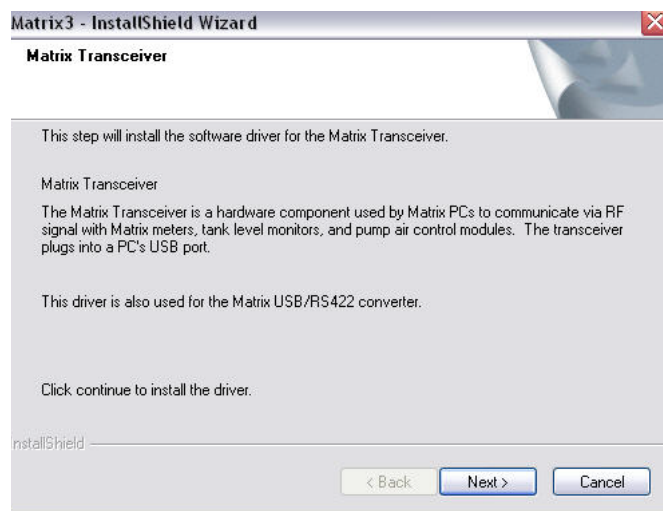

FIG. 9
11. Het systeem configureert de Matrix-database. Wanneer het scherm van de Matrix-zendontvanger zoals in FIG. 9) wordt weergegeven, selecteert u VOLGENDE om de installatie van de driver van de zendontvanger te starten.